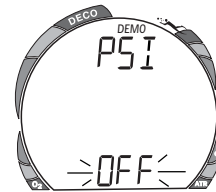

Fig. 97 - Einstellung Druck
- Drücken Sie kurz die linke Taste ("Weiter") um die Einstellung zu bestätigen und zu **DEMO: PSI** (oder **bAR**) zu gelangen. **OFF**, **CYL** oder **3000** blinken (Abb. 97).